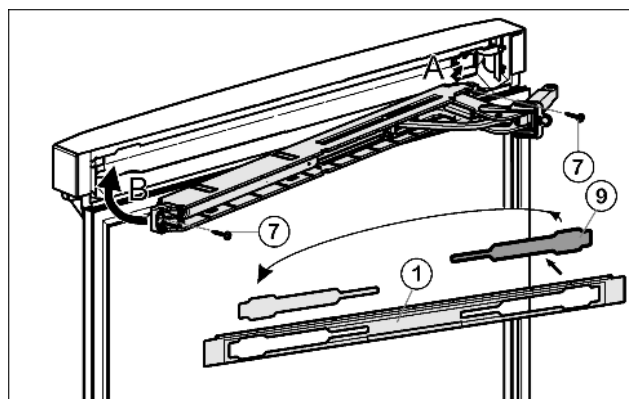

Fig. 22
- ▶ Освободите крышку Fig. 22 (9) из накладки Fig. 22 (1) и снова установите её на другой стороне.
- ▶ Прикрутите узел амортизатора закрывания двери. (2 шт. Torx® 15) Fig. 22 (7)